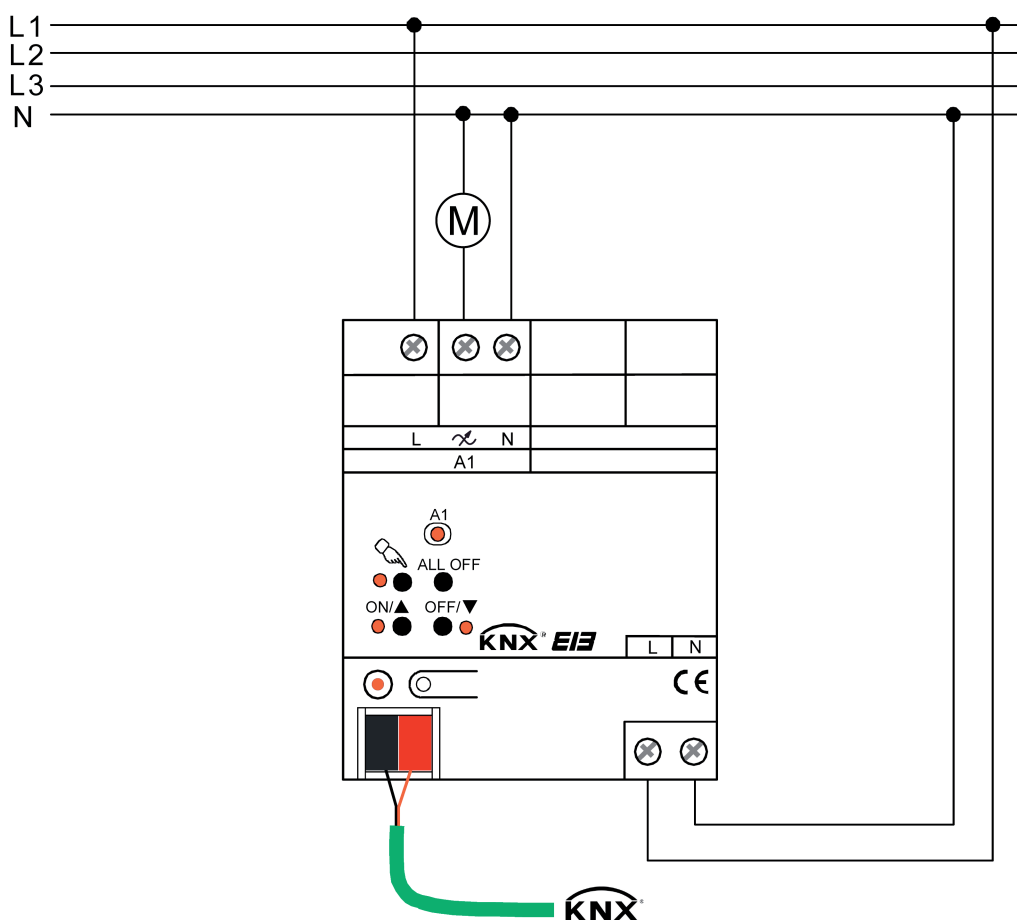

Figure 6: Raccordement électrique de moteurs électriques monophasés
- Procéder au raccordement des moteurs électriques monophasés conformément au schéma de raccordement (figure 6).